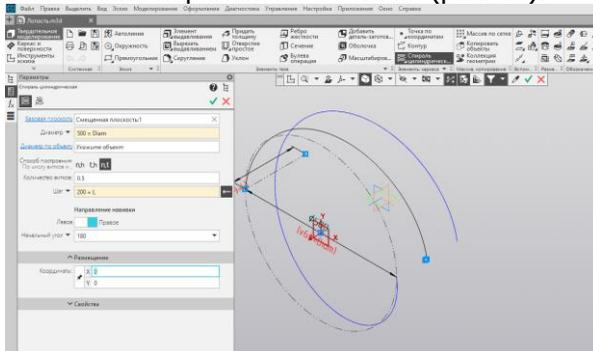

Рис. 43.
7. Для построения **Спирали 2**, оставаясь в команде Спираль цилиндрическая, выделите Смещенную плоскость щелчком мыши по ней в графической области. Разместим Спираль 2 в той же точке привязки, что и Спирали 1, заданной по умолчанию. Раскройте секцию Размещение на Панели параметров и введите с клавиатуры координату точки привязки (0; 0). Убедитесь, что выбраны способ По числу витков и шагу n, t и направление спирали \leftarrow . Задайте значения в поля Панели параметров: Количество витков — 0,5, Шаг — L, Начальный угол — 180. В поле Шаг также, как и для Спирали 1, будет показано значение переменной $200=L$. В поле Диаметр задайте значение диаметра Diam. В поле Диаметр будет показано значение переменной $500=Diam$ (рис. 43).